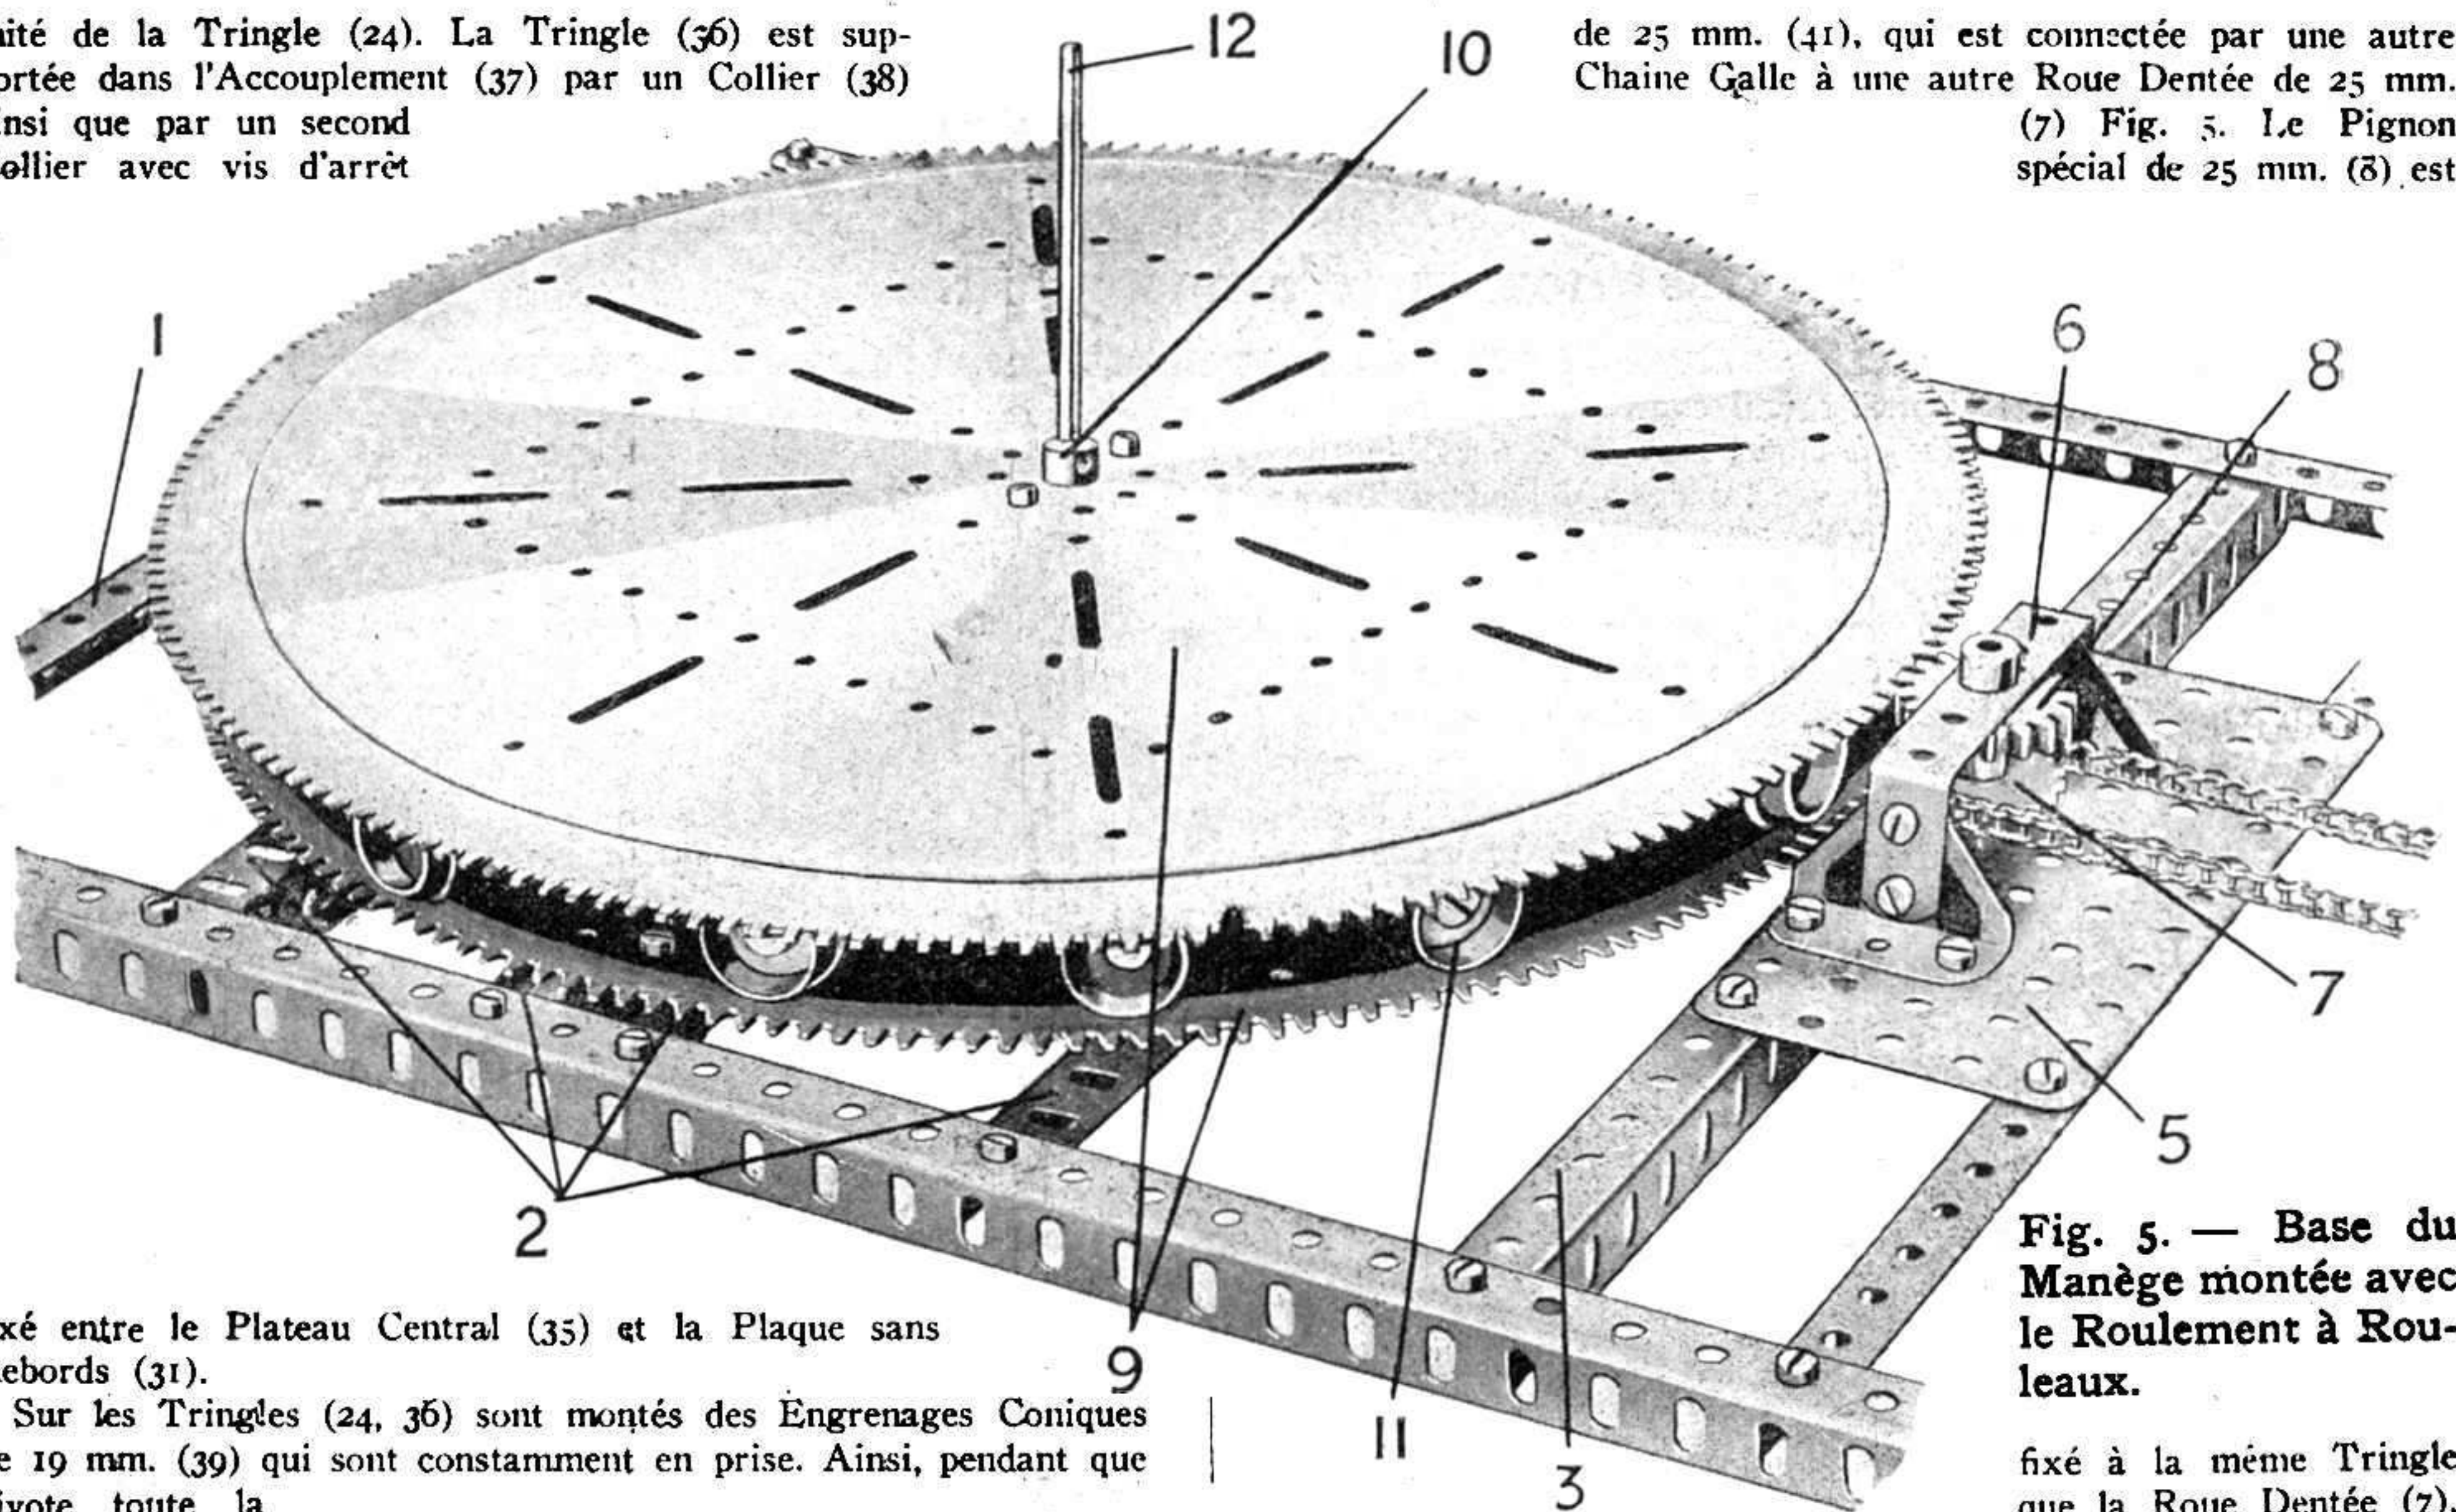

Fig. 5. — Base du Manège montée avec le Roulement à Rouleaux.
La base du manège (Fig. 5) est constituée par deux Cornières de 49 trous, réunies par sept Cornières de 25 trous 1, 2, 3, 4. Une Plaque de 14 x 6 cm. (5) boulonnée aux Cornières (3) porte deux Embases Triangulées Coudées, réunies par une Bande Courbée de 60 x 25 mm. (6), qui avec la Plaque (5) constitue des supports pour une courte Tringle portant une Roue Dentée de 25 mm. (7) et une Roue à denture spéciale.
Le Roulement à Rouleaux (Fig. 5)
On peut se procurer le grand Roulement à Rouleaux sur lequel pivote toute la superstructure comme pièce détachée (pièce N° 167). Ce Roulement à Rouleaux peut être utilisé dans différents modèles et comprend deux chemins de roulements avec denture (9 à la Fig. 5) ayant chacun près de 30 cm. de diamètre, un anneau porteur de rouleaux, seize roues à boudin de 19 mm. 11, seize boulons pivots avec écrous, et un pignon d'attaque spécial. Les petites roues à boudin pénètrent dans les boulons pivots, qui sont fixés sur la périphérie extérieure de l'anneau porteur de rouleaux, et ce dernier est inséré entre les deux chemins de roulement pour que les roues à boudin puissent rouler librement sur un épaulement près de l'extrémité du chemin de roulement inférieur (9), qui est boulonné aux cornières 2, tandis que le chemin de roulement supérieur, par un épaulement semblable, qui repose sur les roues à boudin de 19 mm., tourne librement autour de la tringle 12. De cette façon, les frictions sont réduites au minimum, puisque aucune pièce de roulement ne vient frotter directement contre une autre. La Tringle (12) est fixée solidement dans la bosse d'une Roue Barillet, qui est boulonnée, au chemin de roulement inférieur (9) et pénètre au travers une autre
de 25 mm. (41), qui est connectée par une autre Chaîne Galle à une autre Roue Dentée de 25 mm. (7) Fig. 5. Le Pignon spécial de 25 mm. (8) est